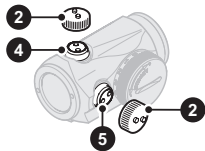

Fig. 2 Retrait des caches
- a Ouvrez les protège-lentilles (3).
- b Tournez le commutateur (8) dans le sens des aiguilles d'une montre jusqu'à ce que le point rouge contraste suffisamment avec la cible.
- c Pour accéder aux vis de réglage en site (4) et en azimut (5), retirez le cache de réglage (2). Voir Fig. 2.
- d Utilisez le cache de réglage (2) ou l'outil (11C) pour faire tourner les vis de réglage. Insérez les boutons du cache de réglage (2) dans les trous des vis de réglage (4) et (5).